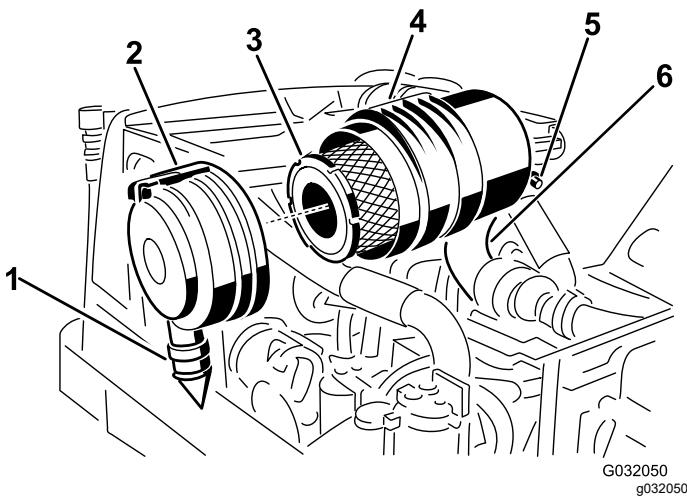

Bild 47
2. Entfernen Sie den Hauptfilter (Bild 47).
3. Wechseln Sie den Hauptfilter aus (Bild 47).
7. Setzen Sie die Abdeckung ein, richten das Gummiablassventil nach unten, ungefähr zwischen 17.00 Uhr und 19.00 Uhr (vom Ende her gesehen), und arretieren Sie den Riegel.Bild 47